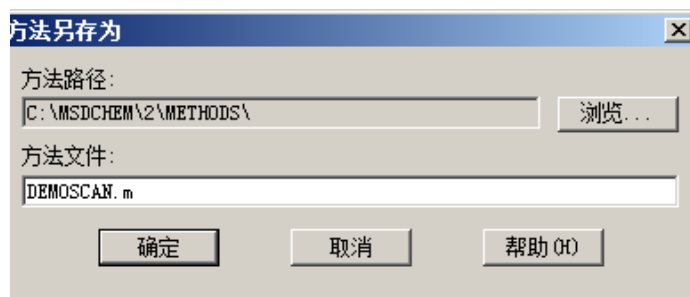

图 21 保存方法
- 12 选择**确定**以保存参数，然后关闭此对话框。此时会打开**方法另存为**对话框。请参见图 21。